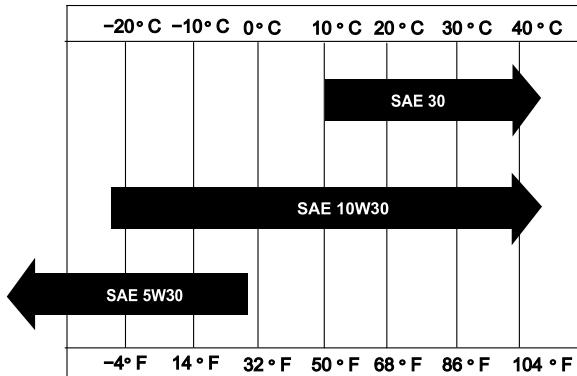

Figura 16
**Viscosità:** selezionate secondo la temperatura ambiente; fate riferimento a Figura 16.